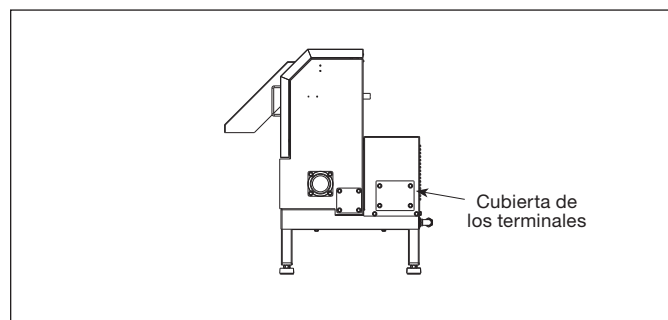

Figura 13.
3. Retire la cubierta de los terminales del Waste Xpress (ver Figura 13).
- A. Sosteniendo ambas asas, retire el tubo de descarga del Waste Xpress inclinándolo hacia arriba (ver Figura 13).